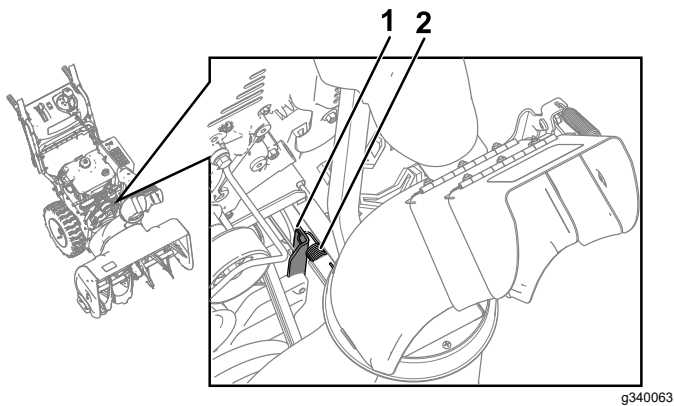

Figure 2
3. Décrochez le ressort de la plaque de commande de déplacement existante (Figure 2).